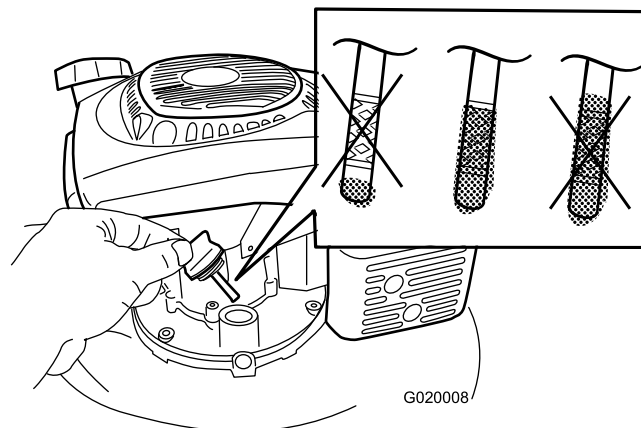

Figure 5
- Retirez la jauge (Figure 5).
- Versez de l'huile **lentement** dans le goulot de remplissage pour faire monter le niveau de liquide jusqu'au repère du plein sur la jauge (Figure 5). **Ne remplissez pas excessivement.** (Niveau max. : 0,59 l, type : huile détergente SAE 30 ou SAE 10W-30, classe de service API SJ ou supérieure.)
**Remarque:** Chaque fois que vous vérifiez le niveau d'huile, sortez la jauge et essuyez-la sur un chiffon propre, remettez-la dans le goulot de remplissage (**sans** la visser), puis ressortez-la et vérifiez le niveau (Figure 5).